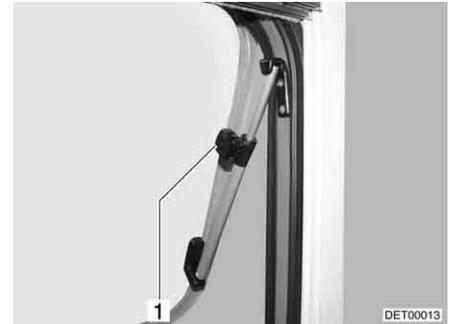

Fig. 83 Claraboya con soportes giratorios, abierta
- Abrir la claraboya hasta la posición deseada y fijarla con el botón moleteado (Fig. 83,1).
- Girar el botón moleteado (Fig. 83,1) hasta que se libere el bloqueo.